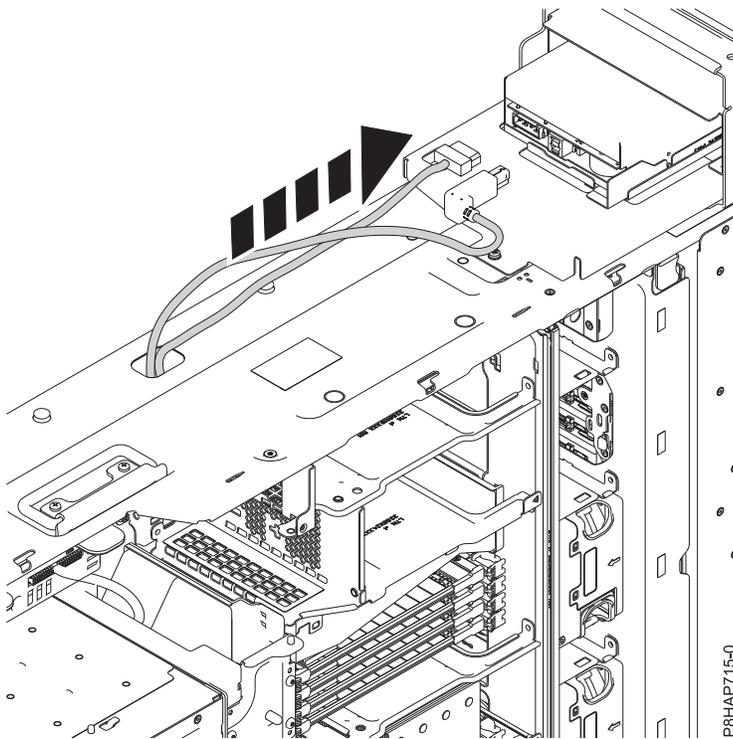

Abbildung 70. Anschließen des USB-Kabels und des Netzkabels an der Rückseite der Interne RDX-Andockstation (FC EUA3)
6. Schließen Sie das Netzkabel an der Rückseite der Interne RDX-Andockstation (FC EUA3) an. Siehe Abb. 70.